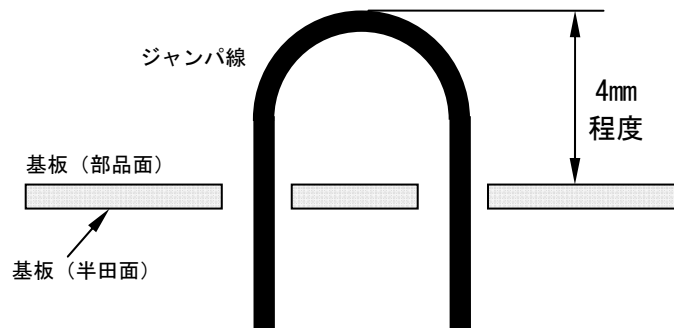

図5-6 検査用ジャンパ線の取り付け
- (4) □ 抵抗器を取り付けた残りのリード線を使って、検査用ジャンパ線(JP2, JP3)を図5-6のように半田付けします。